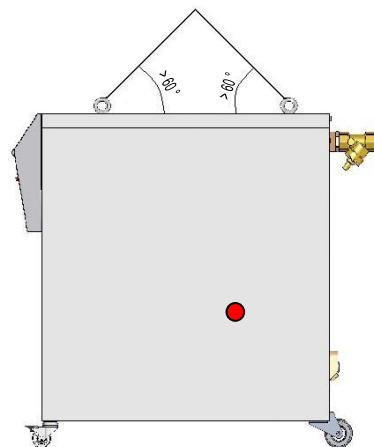

Рис. 7: Места прицепки
1. Соответственно закрепить Рис. 7тросы и ремни.
2. Убедиться в том, что устройство в подвешенном состоянии располагается прямо, учитывать внецентровый центр тяжести (\rightarrow ● Рис. 7).